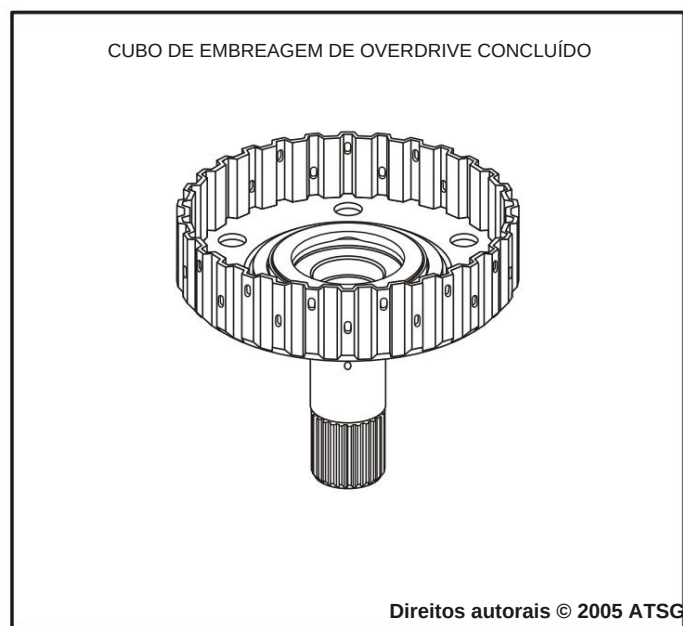

Figura 94
4. Deixe o cubo da embreagem overdrive completo de lado para o processo de montagem final (veja a Figura 94).